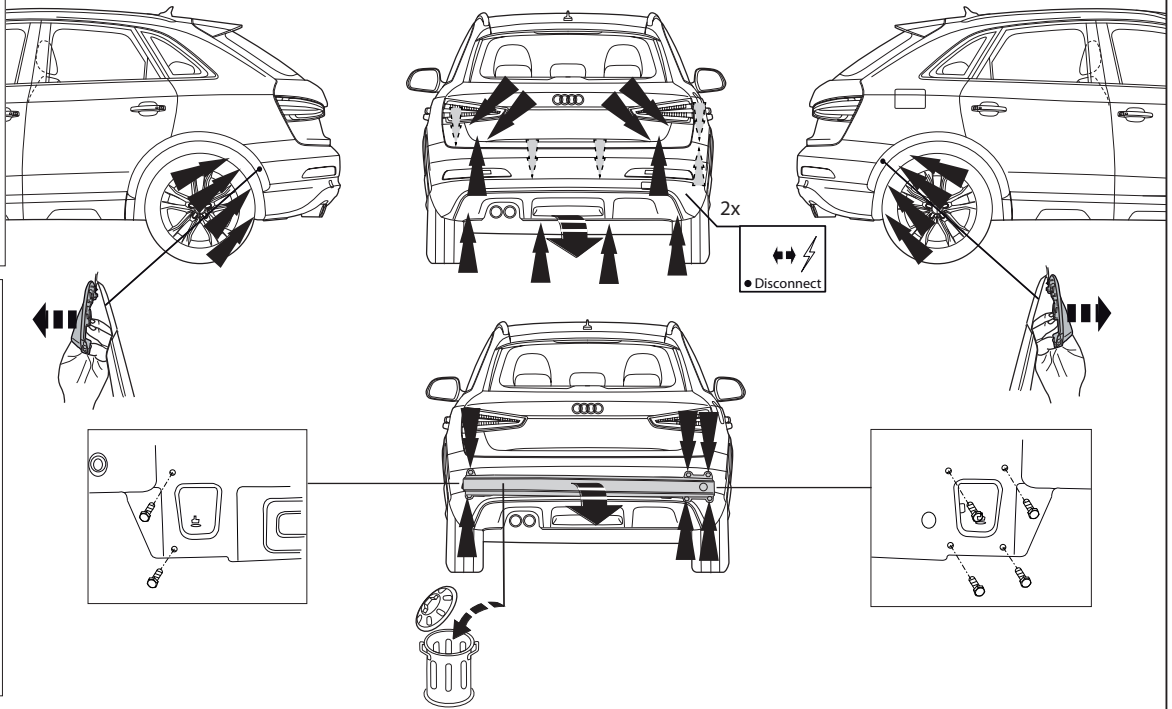

Fig. 1
1. Снять бампер вместе со стальным буферным брусом автомобиля; буферный брус больше не понадобится. См. рисунок 1, 1а, 1б.